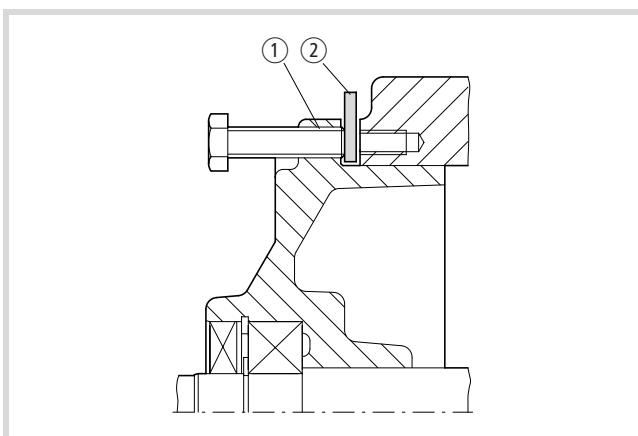

Figure 7 : Extraction du flasque monté sur le centrage de la carcasse
Pour protéger les taraudages de la carcasse, insérez une plaque de tôle (→ légende ② de la fig. 7) sous les vis vérins dès que le flasque s'est séparé de la carcasse. Sur les hauteurs d'axe 80 à 225, les deux roulements AV (1.10) et AR (2.09) sont endommagés par cette opération et doivent être remplacés par de nouveaux.
- A l'aide des trous de passage des vis vérins ① situés dans les ergots du flasque (taraudage généralement une taille au-dessus du taraudage de fixation), sortez le flasque avec le rotor du centrage de la carcasse (→ fig. 7).
- ▶ A l'aide des trous de passage des vis vérins situés dans les ergots du flasque, sortez le flasque AR (2.02) du centrage de la carcasse (→ fig. 7).